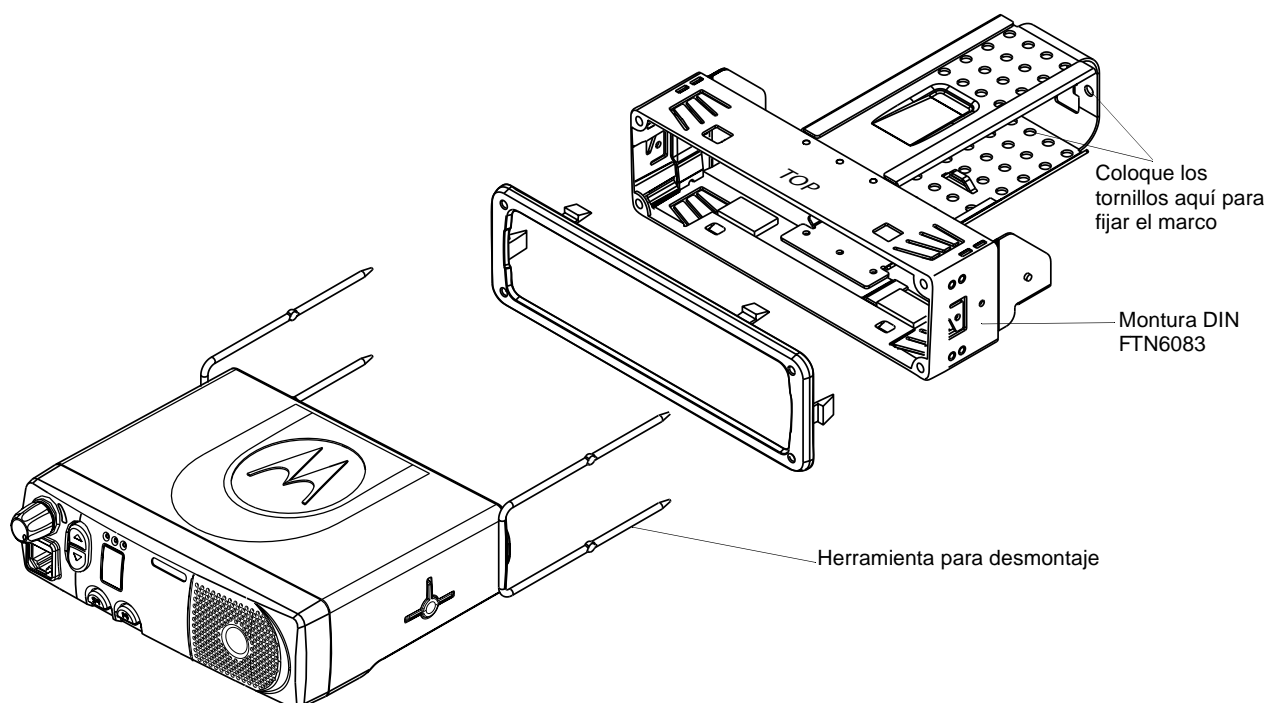

Figura 5-1. Colocación del radio en el marco
5.1.2 Inserción del radio en el marco de montaje (Figura 5.1)